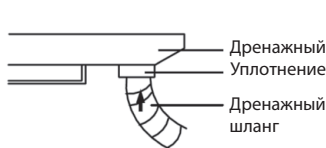

Рис. 3-1-57
2. Вставьте дренажную трубу в дренажное отверстие блока и надежно затяните хомут с помощью ленты. (Рис. 3-1-57)